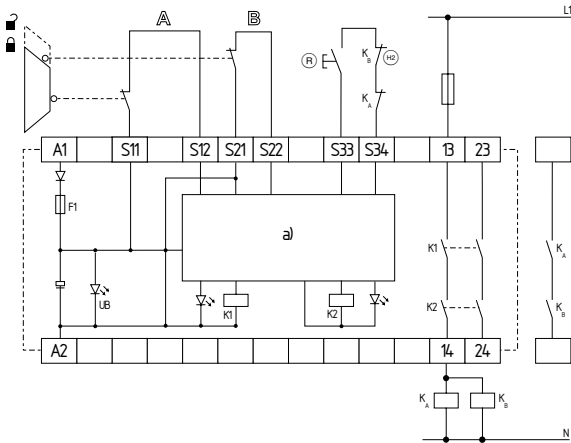

Fig. 2
**Controllo a due canali, rappresentato utilizzando l'esempio di un sistema di sorveglianza porta con due interruttori di posizione, di cui uno con contatto ad apertura obbligata; pulsante di Reset esterno (R) (vedere Fig. 2)**
- (R) = Circuito di ripristino